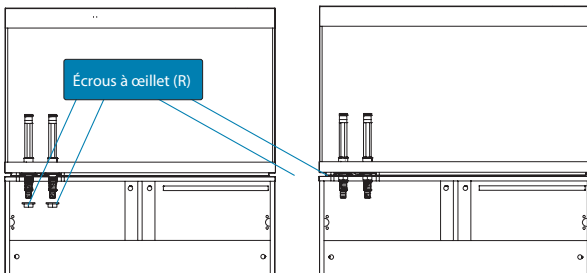
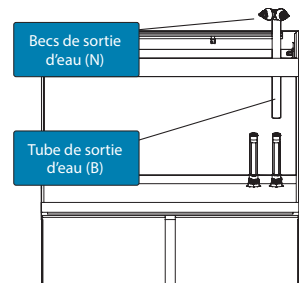

Fig. 3
Fig. 4
3. Ouvrir le meuble. Visser et serrer l'écrou à œillet (R) à la partie inférieure du tube de raccordement (A) (Fig. 3).
4. Insérer le bec de sortie d'eau (N) dans l'une des extrémités du tube de sortie d'eau (B).
5. Insérer le tube de sortie d'eau (B) dans le tube de raccordement (A) (Fig. 4).
6. Régler la hauteur du bec de sortie d'eau comme désiré en glissant le tube de sortie d'eau (B) le long du tube de raccordement (A).
7. Les becs de sortie d'eau (N) se tournent aisément afin de diriger le débit d'eau dans la direction souhaitée.
3. Ouvrir le meuble. Visser et serrer l'écrou à œillet (R) à la partie inférieure du second tube de raccordement (A) (Fig. 3).